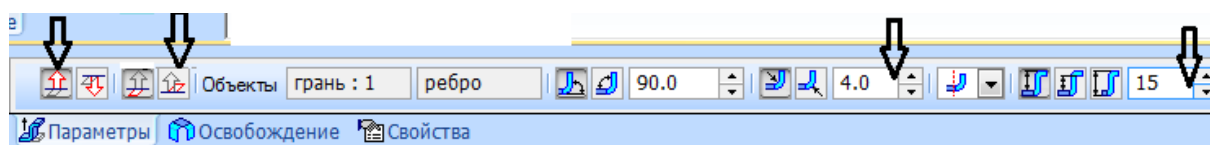

Рисунок 42.
4. На нижней панели в группе «Направление построения» включим кнопку «Прямое направление», а в группе «Неподвижная сторона» — «Сторона 2». Значение Радиуса сгиба- 4 мм, Высота подсечки - 15мм. (рисунок 42).